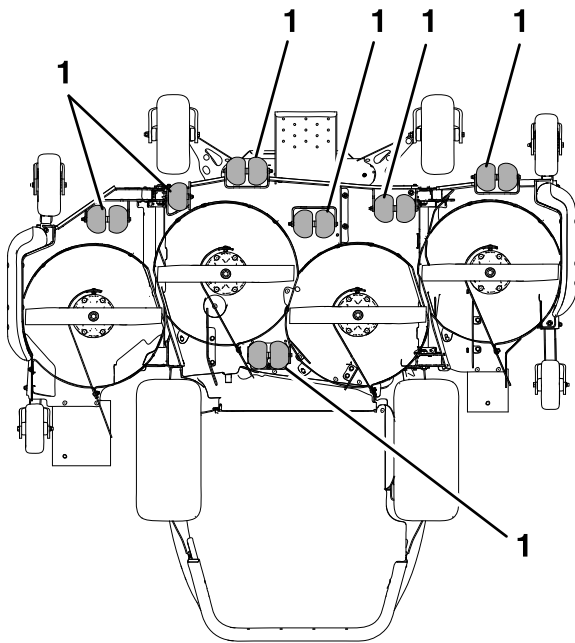

Figura 31
**Nota:** En la carcasa de 244 cm (96") hay 13 posiciones para el rodillo protector del césped (Figura 31).